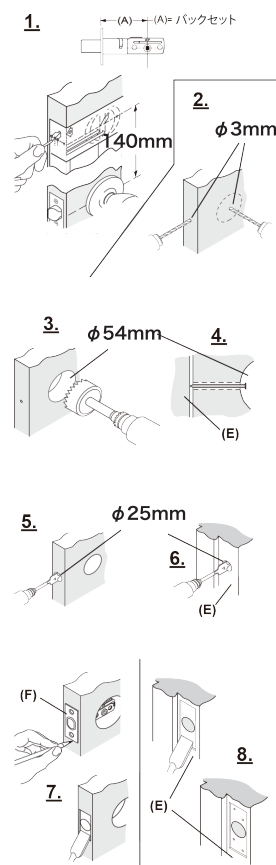

図 1
① バックセット (A) の寸法を測り、60 mmか70 mmかを確認します (図1を参照)。